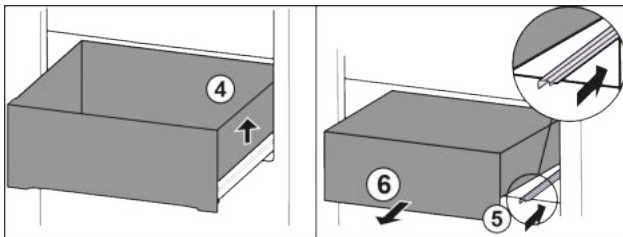

Fig. 13
- ▶ Повдигнете чекмеджето отдясно. Fig. 13 (4)
- ▶ Вкарайте дясната релса. Fig. 13 (5)
- ▶ Извадете чекмеджето напред. Fig. 13 (6)